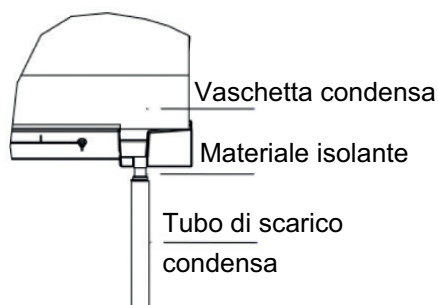

Fig. 19
- (1). Per determinare la posizione del tubo di scarico della condensa, eseguire le seguenti procedure.
- (2). Inserire il tubo di scarico sull'uscita di scarico dell'Unità, poi stringere saldamente la fascetta tramite nastro (Fig. 19).
- (3). Collegare la prolunga al tubo di scarico condensa e stringere la fascetta con il nastro.